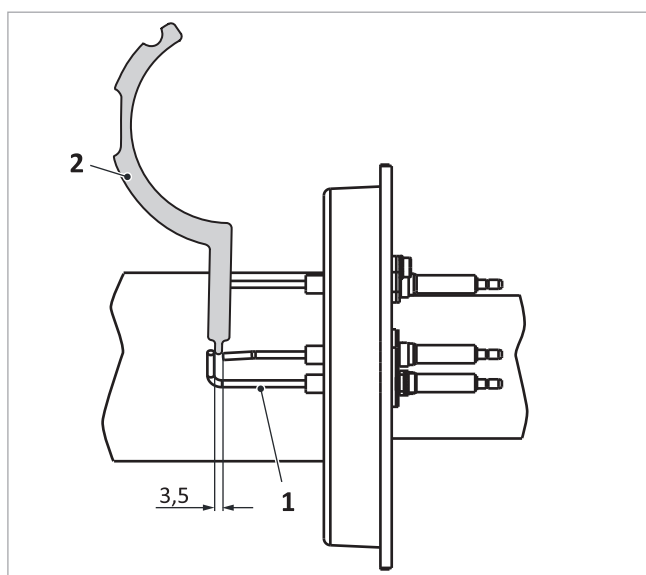

Fig. 111: Distancia entre electrodo a tierra y el electrodo de encendido
1. Compruebe la distancia entre los electrodos de ionización con un calibre de electrodos → fig. 111 (2) y si es necesario dóblelos cuidadosamente para corregirla.
- Electrodos entre sí → fig. 111 (1): 3,5 mm